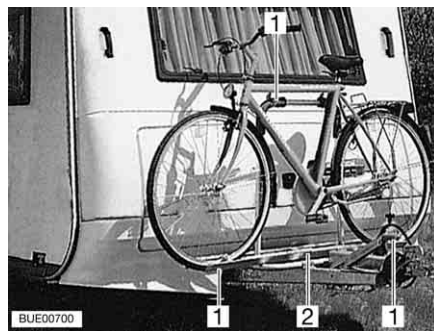

Fig. 9 Portabiciclette nella zona anteriore
- Sistemare le biciclette sul portabiciclette (Fig. 9,2) e legarle con la cinghia Quick (Fig. 9,1).